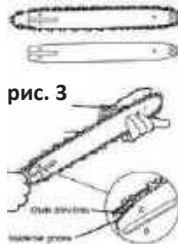
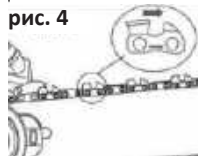

рис. 3
рис. 4
4. Встановіть пильний ланцюг у напрямний паз на шині (рис. 3). Ланцюг має бути встановлено на напрямній шині таким чином, щоб різучі кромки різців були спрямовані в напрямку руху ланцюга (рис. 4).